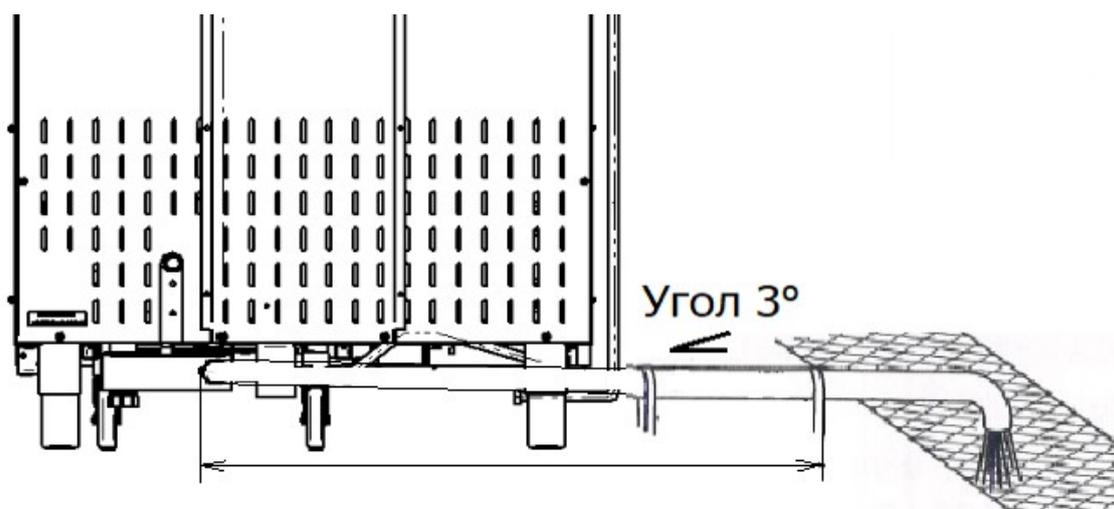

Рис. 8 Подключение пароконвектомуата к канализации – слив в трап.
- канализация для подключения пароконвектомата одним из способов подключения, указанных на рис. 8...10;